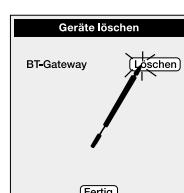

Bild 3:
2. Durch Anwählen der Schaltfläche "Löschen" wird das entsprechende Gateway aus der Konfiguration des Endgeräts entfernt (vgl. Bild 3). Nach der Betätigung wird das Gateway aus der Liste entfernt. An dieser Stelle können bei Bedarf weitere Gateways gelöscht werden.